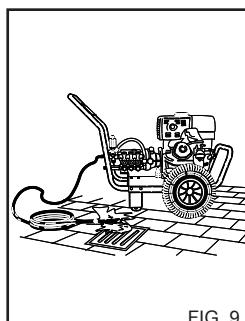

FIG. 9
Инородные тела могут засорить сопло и привести к неполадкам (рис. 9).
- 1) Для сохранения окружающей среды мы рекомендуем использовать моющие средства в разумных пределах (рис. 9), согласно инструкциям на упаковке.